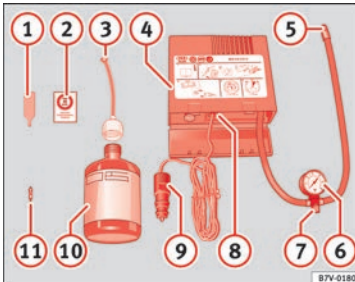

Fig. 59 Representación estándar: contenido del kit antipinchazos.
• Desenrosque la caperuza y el obús de la válvula del neumático. Utilice el aparato » fig. 59 ① para extraer el obús. Colóquelo en una superficie limpia.
- Agite con fuerza la botella de sellante de neumáticos » fig. 59 ⑩.
- Enrosque el tubo de inflado » fig. 59 ③ en la botella de sellante. El precinto de la botella se romperá automáticamente.
- Retire el tapón del tubo de llenado » fig. 59 ③ y enrosque el extremo abierto del tubo en la válvula del neumático.
- Vuelva a colocar el obús con el aparato » fig. 59 ① en la válvula del neumático.
- Enrosque el tubo de inflado del neumático del compresor » fig. 59 ⑤ en la válvula del neumático.
- Compruebe que el tornillo de evacuación de aire está cerrado » fig. 59 ⑦.
- Acople el conector » fig. 59 ⑨ a toma de corriente de 12 voltios del vehículo » pág. 140.
- Conecte el compresor de aire con conmutador ON/OFF » fig. 59 ⑧.